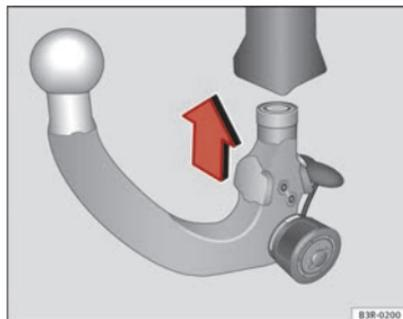

Abb. 156 Abnehmbare Anhängervorrichtung: Kugelstange einsetzen
- Führen Sie die vorgespannte Kugelstange in den Aufnahme-schacht ein und drücken Sie sie in Pfeilrichtung ⇒ Abb. 156 nach oben ⇒ ⚠. Der Verriegelungsvorgang erfolgt automatisch. Dabei muss ein deutliches Einrastgeräusch hörbar sein.